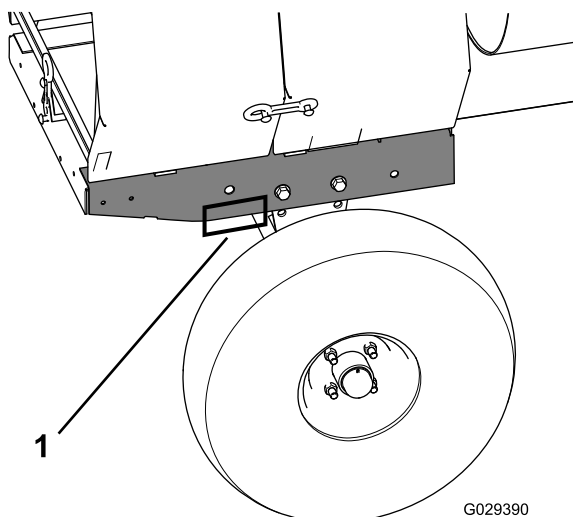

Figura 22
3. Coloque un soporte fijo en cada punto de apoyo de la extensión del bastidor trasero (Figura 22).